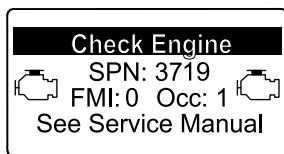

Figura 47
- Aviso do motor SPN 3719, FMI 0 (Figura 47)